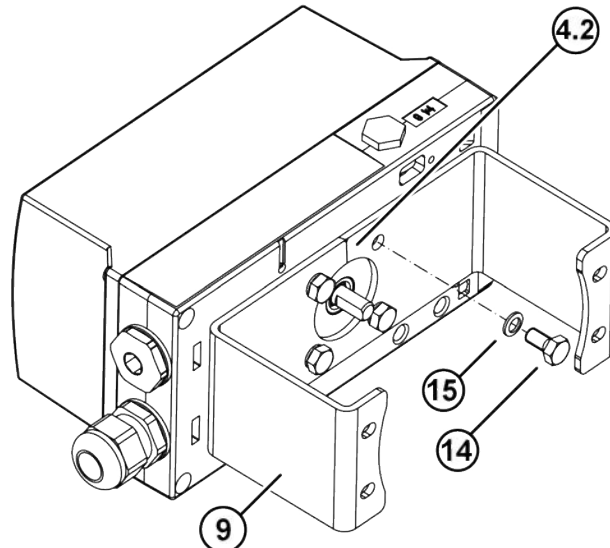

图 19: 支架上定位器的安装
- 图 19: 将 VDI/VDE 3845 安装支架（9），执行机构特定，执行机构制造商供货范围）放置在定位器的背面，并用六角螺丝（14）和保险垫片（15）将其固定。